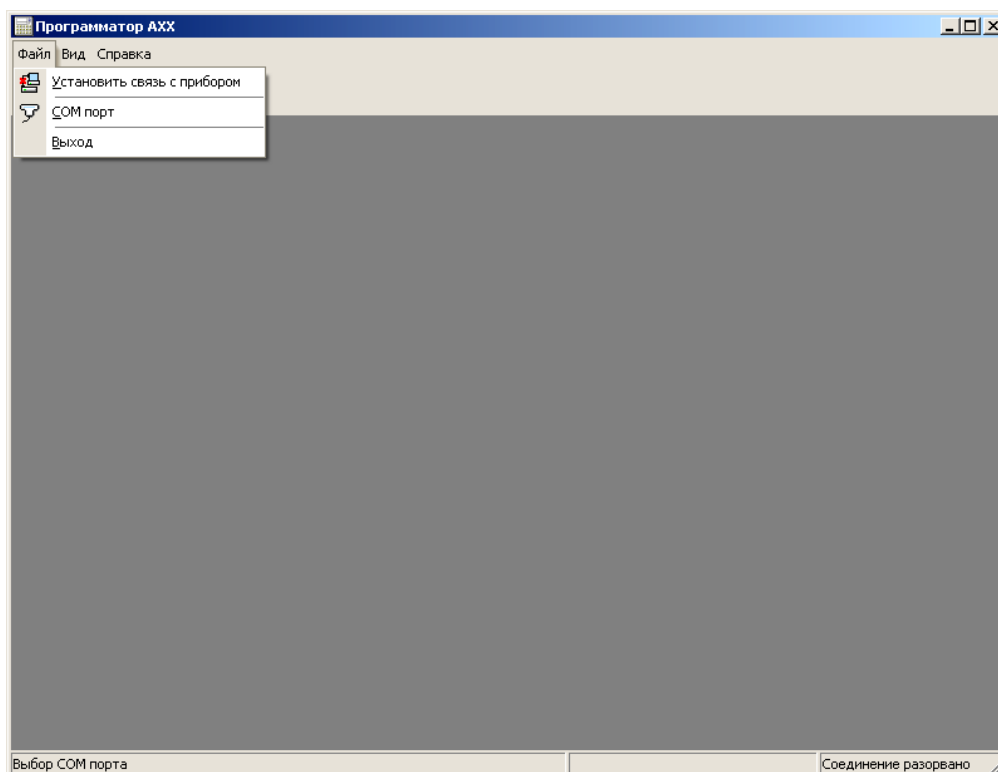

Рисунок 12 – Раздел главного меню «Файл»
2.3.2.1 Раздел главного меню «Файл» содержит следующие пункты, рисунок 12: